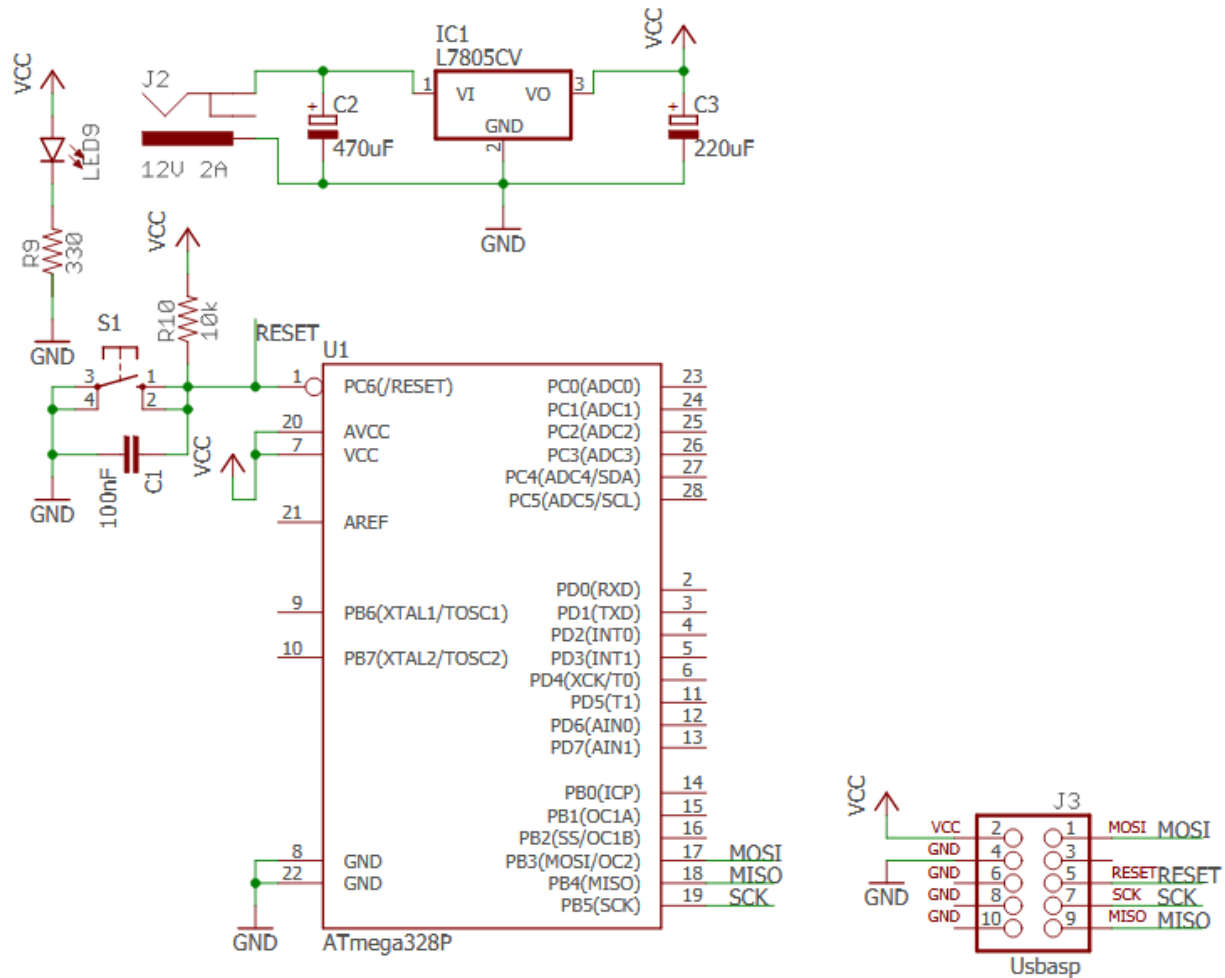

Figura 3.1: Conexión del circuito base .
- Conecte el circuito base de acuerdo a la Figura 3.1: